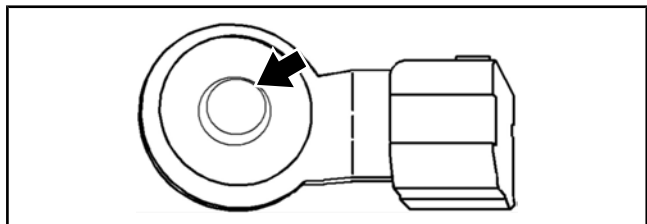

Рисунок 2.60-7: Посадочная поверхность датчика детонации
- Нанесите очень тонкий слой средства для выявления пятен контакта, например, берлинскую лазурь Permatex (или эквивалент) на посадочную поверхность датчика детонации (см. Рисунок 2.60-7).